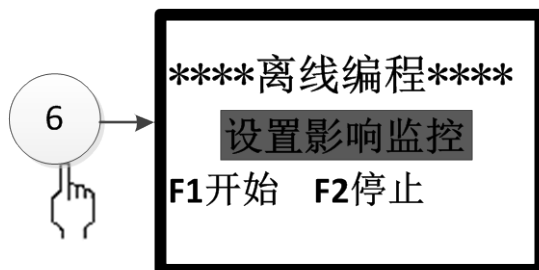

图 3-33
按下数字 6 键或光标移至⑥后按确认键，可进入离线编程界面(如图 3-33 所示)。按 F1 键开始进入离线编程模式，按 F2 键停止离线编程模式，按取消键返回上级菜单。